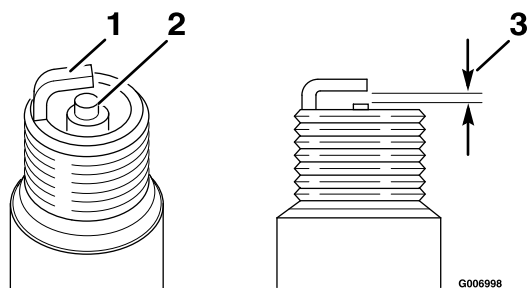

Figure 36
1. Examinez le centre de la bougie (Figure 36). Si le bec de l'isolateur est recouvert d'un léger dépôt gris ou brun, le moteur fonctionne correctement. S'il est couvert d'un dépôt noir, c'est généralement signe que le filtre à air est encrassé.
2. Contrôlez l'écartement entre l'électrode centrale et l'électrode latérale (Figure 36). Courbez l'électrode latérale si l'écartement est incorrect.